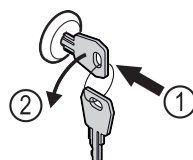

Fig. 181
- Introducir la llave. Fig. 181 (1)
- Girar la llave 90° en sentido antihorario. Fig. 181 (2)